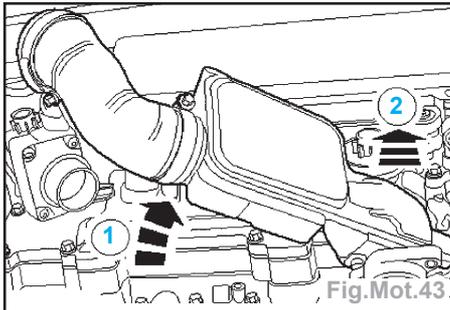

Fig.Mot.43
- Déposer le résonateur d'air d'admission (Fig.Mot.43) :